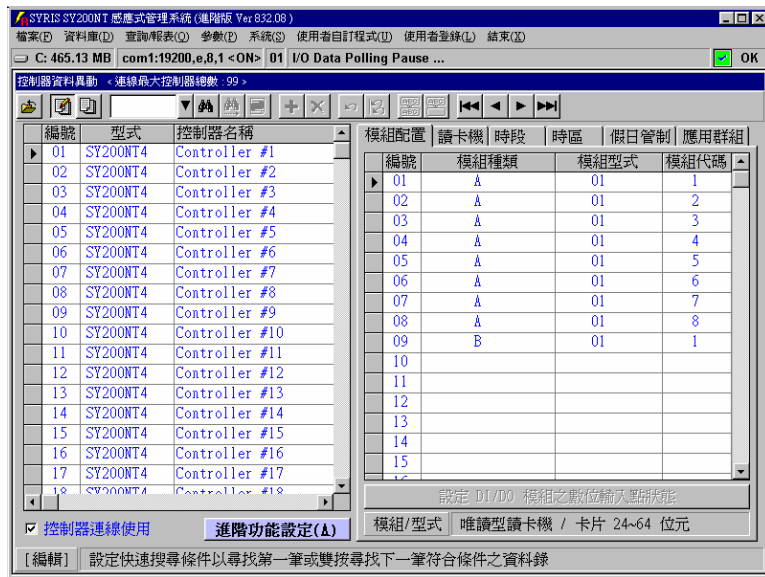

图 4-1 控制器数据设定主画面
1. 點選系统主选单“数据库(D)”内之“控制器数据异动(C)”，如图 4-1 所示。